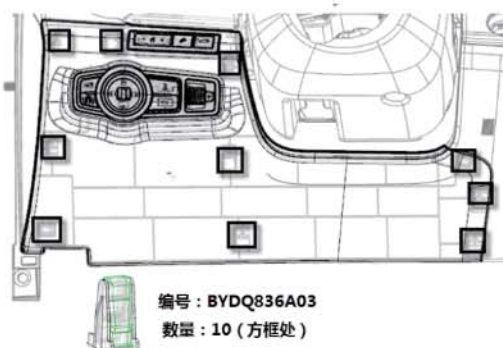

图 1-17 仪表板左下护板安装结构示意图
(1) 手指伸入组合开关罩下方的左下护板背面，用力往外拉出图 1-17 所示靠近组合开关罩附近一周的卡脚；
(2) 从上到下依次拔出左侧三个卡脚和右侧剩余三个卡脚。
(3) 所有卡脚脱开后，将左下护板拉出一段距离，拔掉线束接插件。
(1) 确保十个塑料卡扣安装在相应位置（详见图 1-17 方框处标注）；
(2) 产品沿水平方向靠近仪表板上本体，接上线束接插件；
(3) 将产品各卡脚对准仪表板上本体安装孔，将下端部分轻拍到位，而上端部分先安装好组合仪表罩上的左侧亮饰条后轻拍各装配处至装配牢靠，外观配合完好。